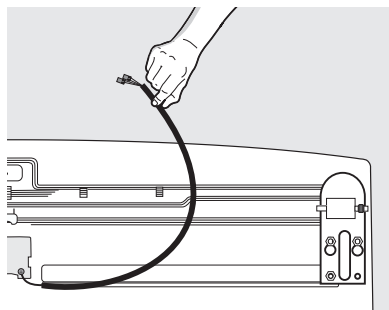

Figura 3
7. Deslice el cable gris y los conectores para sacarlos del canal de plástico que se encuentra del lado inferior derecho del gabinete (vea la figura 3).